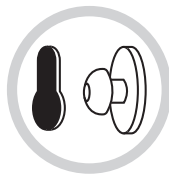

Рис. 1
- **«ЗАМОЧНАЯ СКВАЖИНА» (Рис. 1)**